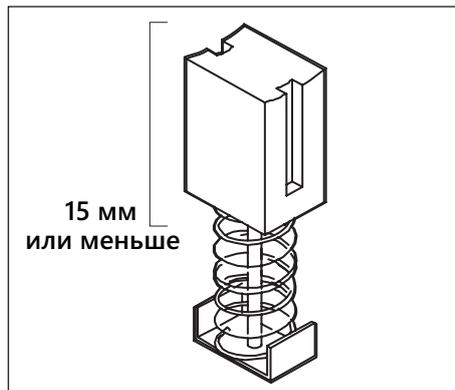

Рисунок 20.
- измерьте длину щеток; замените щетки, если длина любой из угольных щеток изношена до 15 мм или меньше. Установите старые угольные щетки (в их первоначальной ориентации), если ваши щетки не изношены до 15 мм (рис. 20). Обе угольные щетки следует заменять одновременно;